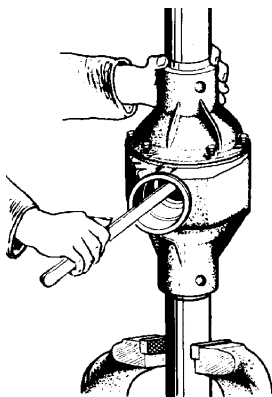

Рис. 5.15. Прикатка роликов подшипников дифференциала
2. Снять полуоси и установить дифференциал в сборе в картер, поставить прокладку и крышку картера и, равномерно подтягивая болты крепления крышки с картером, прикатать с помощью монтажки подшипники так, чтобы ролики заняли правильное положение (рис. 5.15). Затем равномерно и окончательно затянуть болты крепления крышки с картером.